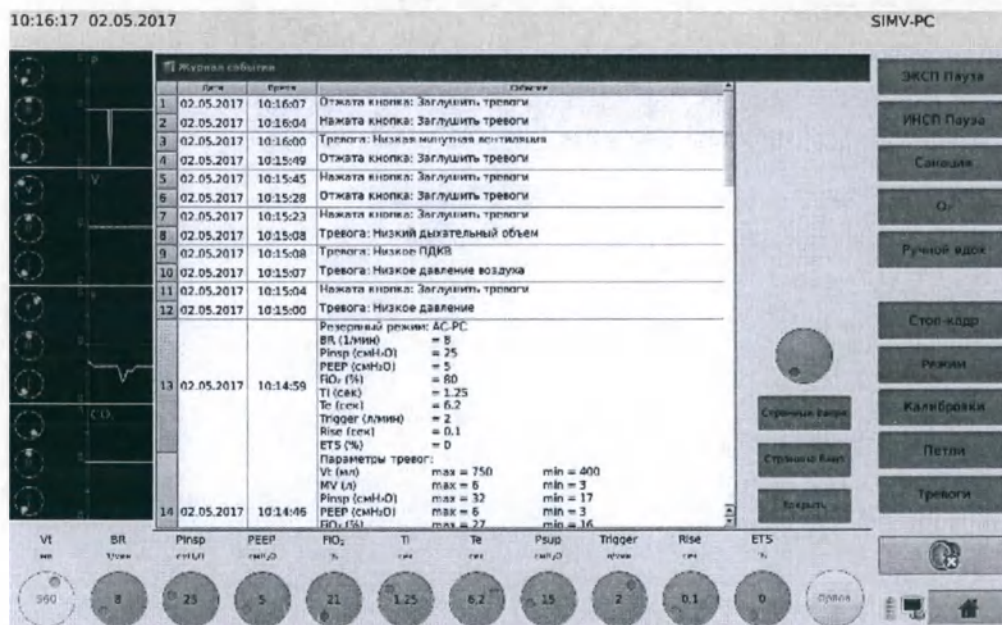

Рисунок 5-9. Журнал событий
1. Нажмите зеленую кнопку "Option", после чего нажмите кнопку "Журнал" (рисунок 5-9).